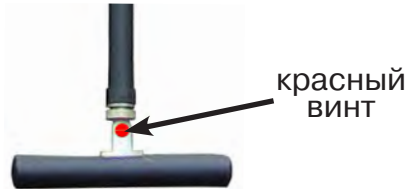

Рис. 8.4
По направлению «стрелки» можно отличить «свой» сигнал от «чужого», поскольку направление тока в «своей» коммуникации противоположно «перенаведенным» токам, протекающим по «чужим» коммуникациям. Направление сигнала - вперед (↑) является условным понятием и «назначается» оператором для данного положения датчика относительно данной трассы, которое фиксируется оператором по метке в виде красного винта (рис. 8.4), расположенной на одной из сторон датчика ЭМД-247.
4. «Назначение» производится нажатием кнопки **f** при расположении датчика точно над «выделенной» коммуникацией, считающейся «своей». После этого указатель направления сигнала приобретает вид (↓). При переходе на «чужую» коммуникацию с другим «направлением сигнала» (или при изменении положения датчика на «обратное») раздастся звук и стрелка покажет «направление сигнала - назад (↓)» (рис. 8.4)